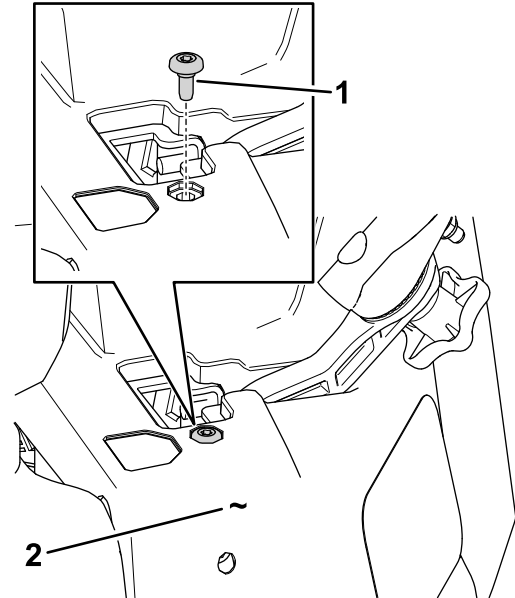

Figura 6
1. Rimuovete la vite di spallamento esistente che fissa il guscio sinistro alla macchina (Figura 6).